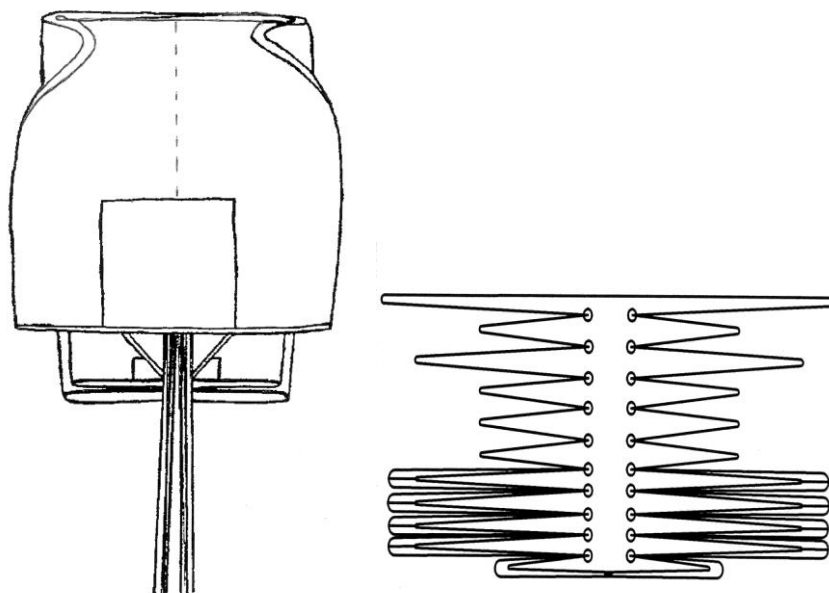

Рис. 9
1) аналогичным образом уложить левую половину купола (рис. 9).